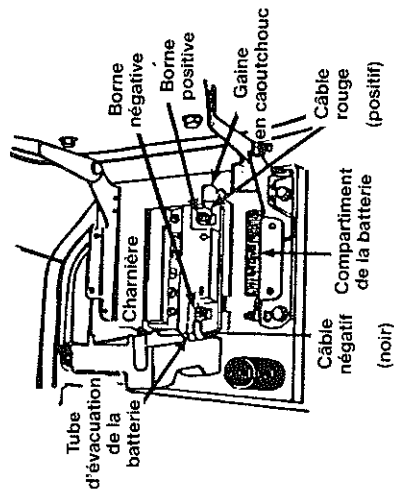

FIGURE 4
1. Relevez le support du siège (sur les ailes) et placez la batterie dans le compartiment. La borne positive doit se trouver sur la droite de la machine. Voir la figure 4. Faites passer le tube d'évacuation de la batterie le long du compartiment de la batterie.
2. Faites glisser l'écrou à six pans (fourni dans le sachet de boulonnerie) sur la borne positive (+). Placez ensuite le câble positif (fil rouge épais) sur la borne positive et attachez-le avec le boulon fourni. Voir la figure 4. Avant de glisser la gaine en caoutchouc sur la borne, graissez bien les bornes positive et négative (-).
1. Raise the seat bracket (on top of fenders). Place the battery inside the battery box so that the positive terminal is toward the right side of the unit. See figure 4. Route the battery drain tube down beside the battery box.
2. Slide the hex nut (provided with screw pack) into the positive (+) terminal. Place the positive cable (heavy red wire) on the positive terminal. Secure bolt provided. See figure 4. Before sliding rubber boot over terminal, grease both positive (+) and negative (-) terminals.